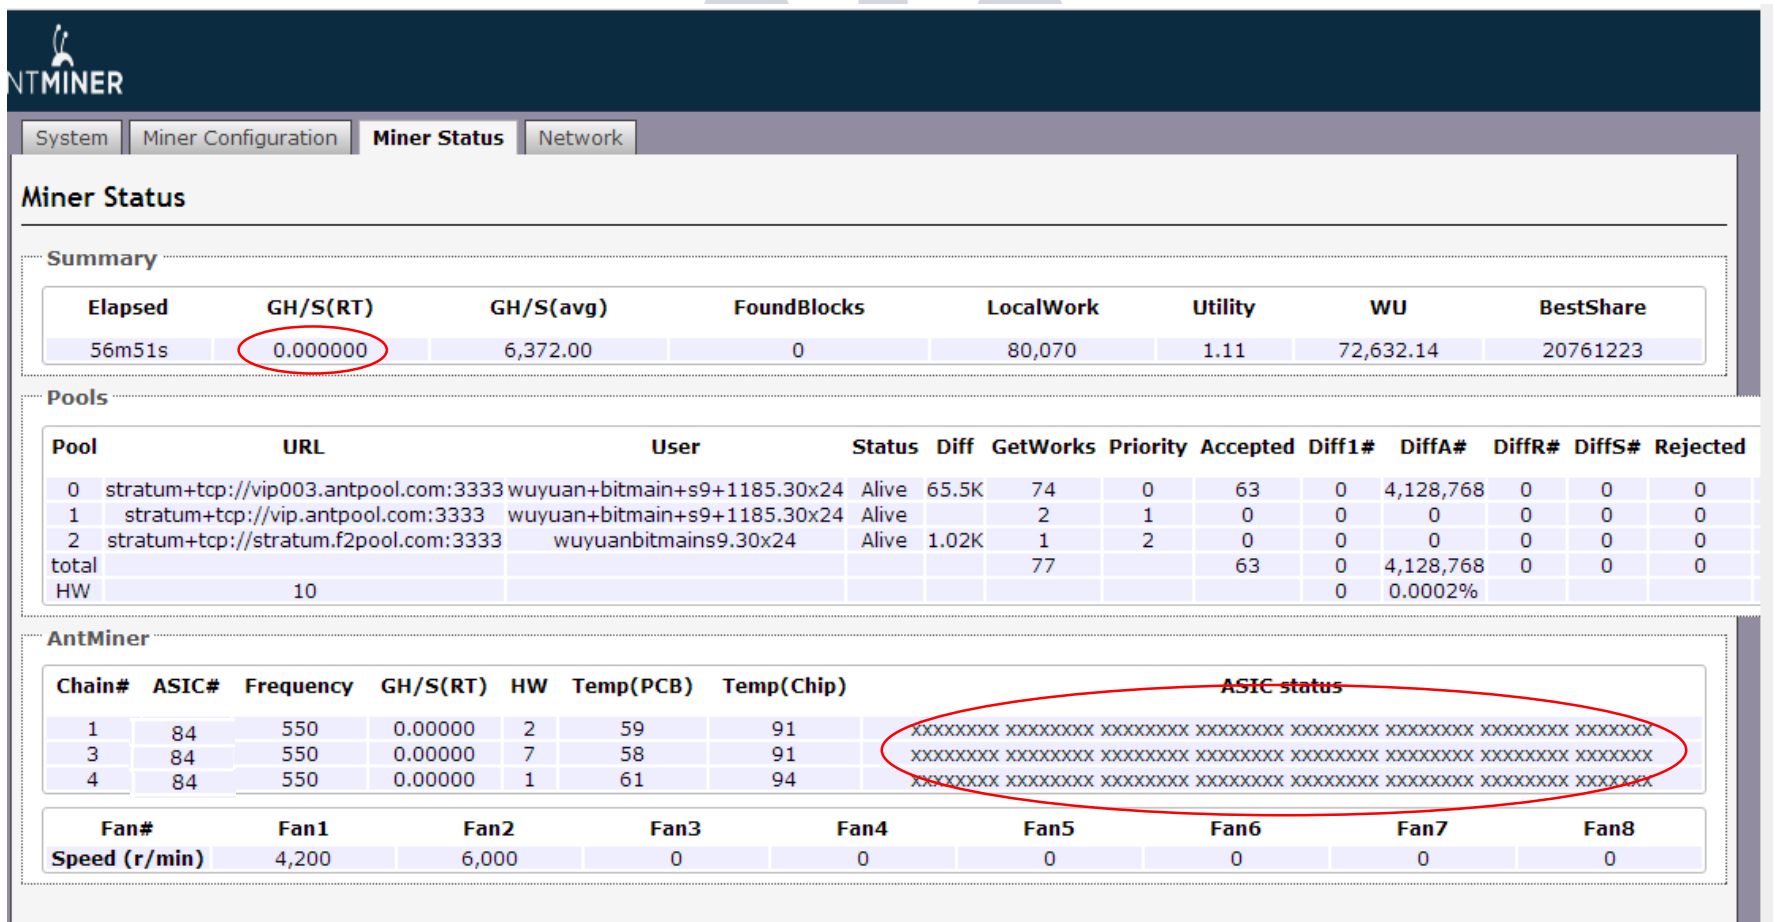

图 27、芯片全打 XX
1.4 无 GH/S(RT)算力、GH/S (AVG) 算力降低、芯片打 XX 现象、红灯闪。如图 27 所示：